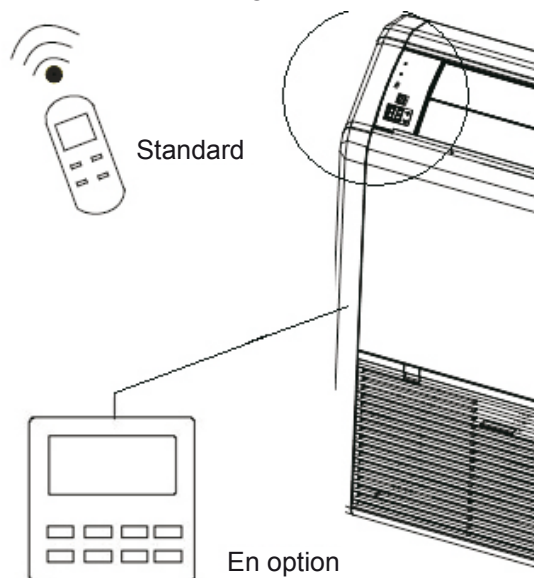

Fig 5.4.2
- (6) L'unité intérieure et la commande filaire sont toutes deux équipées de récepteur de signal, et peuvent être commandées à distance. (Fig 5.4.2)